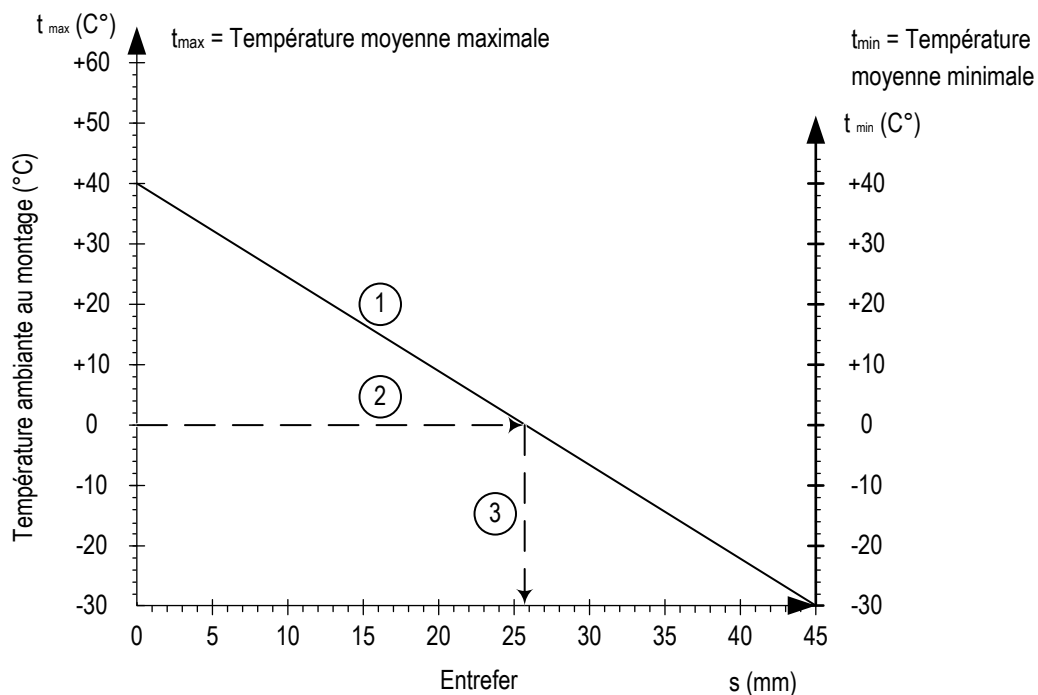

Fig. 19 : Détermination de l'entrefer au niveau de l'élément de dilatation
- Monter l'élément de dilatation (1) sur la structure de maintien au moyen de deux vis de fixation (2).
- Déterminer l'entrefer « s » grâce au tableau de Fig. 19 et le régler.